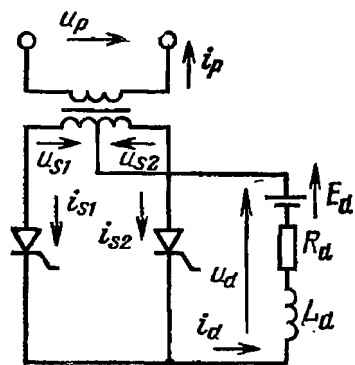

Рис. 2. Управляемый преобразователь со схемой 1Ф1Н2П
2. Постройте кривые и определите значения выпрямленного напряжения, выпрямленного тока и токов сетевой и вентильной обмоток преобразовательного трансформатора в схеме 1Ф1Н2П, показанной на рис. 2. Трансформатор и вентили идеальные, $k_{\text{ТР}} = 1$, $U_s = U_{s1}$, $U_{s2} = 100$ В, $E_d = 200$ В, $R_d = 1$ Ом, $L_d \approx \infty$, $\alpha = 150^\circ$.